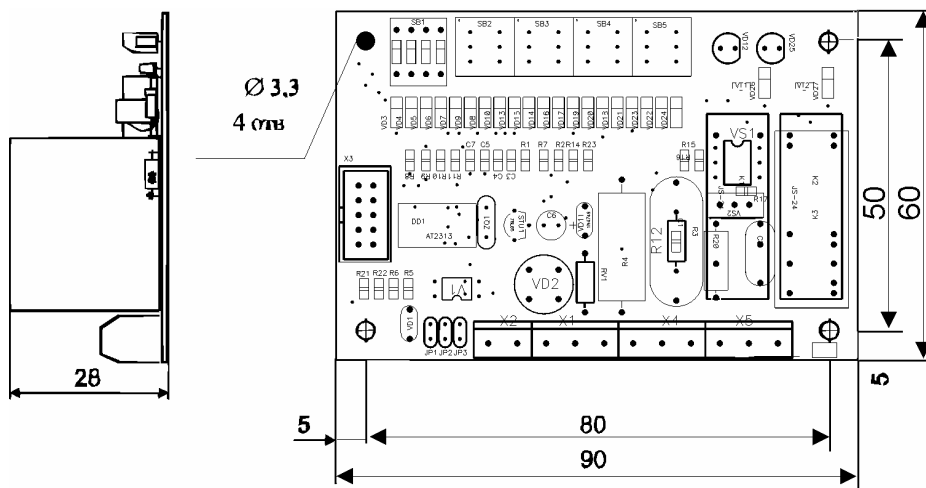

Рис. 1. Габаритные и установочные размеры реле;
6.1. Реле выпускается как комплектующее изделие для встраиваемого монтажа в радиоэлектронную аппаратуру. Габаритные и установочные размеры реле приведены на рис.1 в Приложении 1.